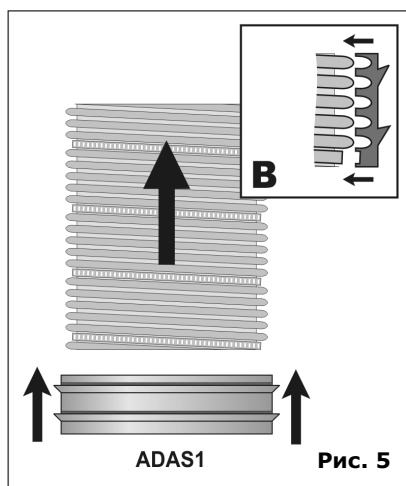
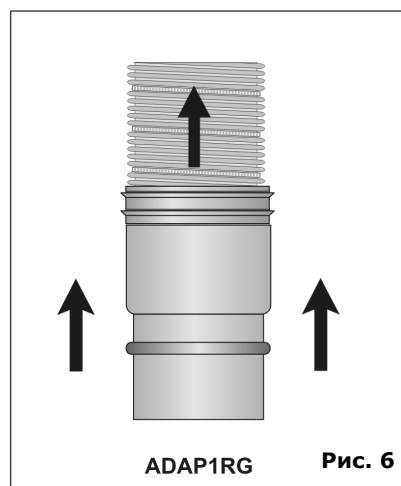

Рис. 5
Рис. 6
20.	<p>Устанавливайте правильный адаптер</p> <p>а) Для систем с избыточным давлением с температурой продуктов сгорания до 250°C. Установите уплотнительное кольцо (тип ADAS1) на удаленном краю облицовки, как описано в пункте 10; см. рис. 5. Внимание: верхнее и нижнее кольца имеют разную форму. Нанесите на кольцо смазочное вещество, не содержащее кислоты и натяните адаптер (ADAP1RG) на кольцо (см. рис. 6).</p> <p>б) Для систем с недостаточным давлением: "наденьте" адаптер (ADAP1) на облицовку и закрепите его самоклеящимися гвоздями из нержавеющей стали.</p>